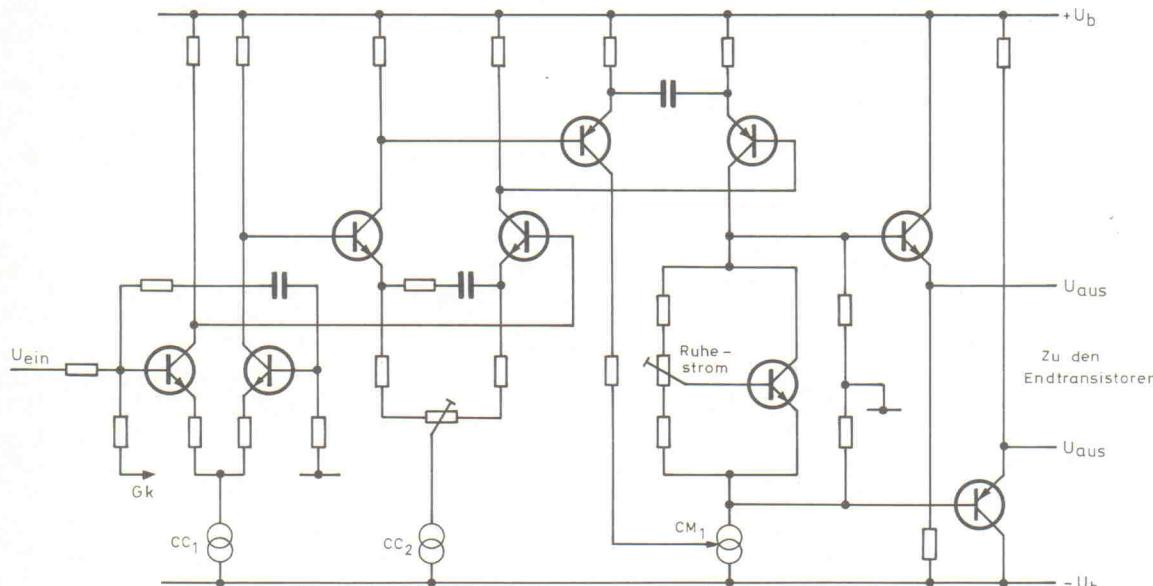
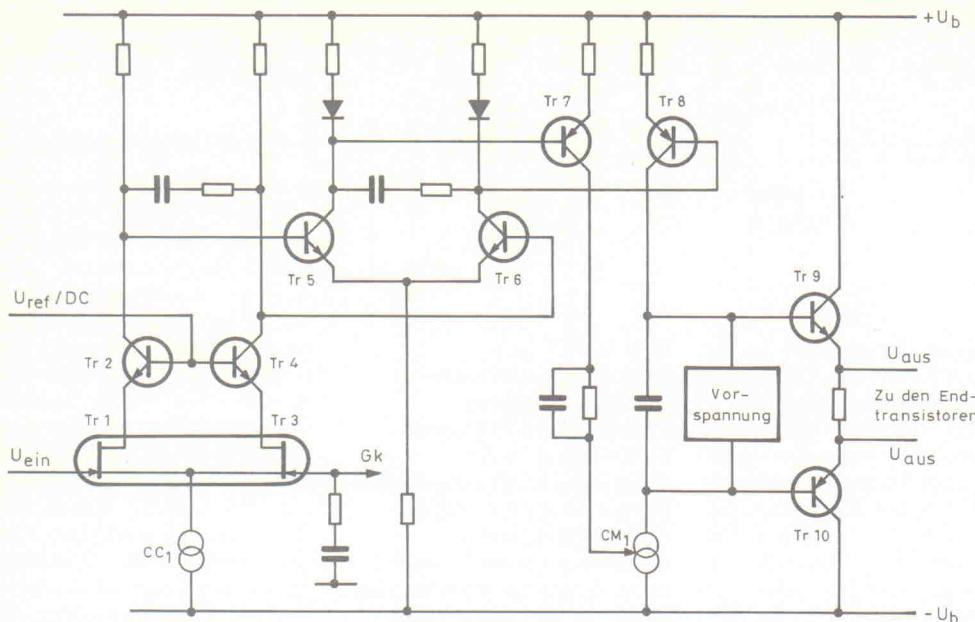

Bild 2.
Bild 3. Pioneers M-90, eine kommerzielle Entwicklung, die auf der Schaltung von Bild 2 basiert.
fen erreicht werden. In einem recht frühen Schaltungsentwurf von Lohstroh und Otala (1), der in Bild 2 gezeigt ist, wird diese Technik verwendet. Allerdings addieren sich die Phasenfehler der aufeinanderfolgenden Stufen und verschlechtern dadurch die Schleifenstabilität der Gesamtschaltung. Nichtsdestotrotz werden derartige Schaltungen kommerziell verwendet: Die in Bild 3 schematisch dargestellte Schaltung des Leistungsverstärkers M-90 von Pioneer zeigt starke Ähnlichkeiten mit dem Entwurf von Lohstroh/Otala. Dieser Schaltungsentwurf zeigt außerdem einen Trend auf, der sich zunehmend in Japan durchsetzt. Er besteht in der Verwendung von Eingangsstufen mit monolithischen Dual-